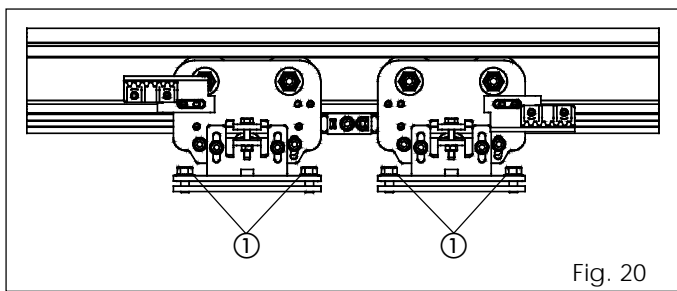

Fig. 20
Les portes série 940 SM sont fournies avec les chariots ayant la butée au niveau du bord de fermeture (fig. 20). S'il est nécessaire de régler le centre de la porte, agir comme suit:
- Desserrer les vis de fixation (fig. 20 réf. ①) du chariot concerné. Approcher le chariot de la butée jusqu'à ce qu'on obtienne le contact entre les deux.